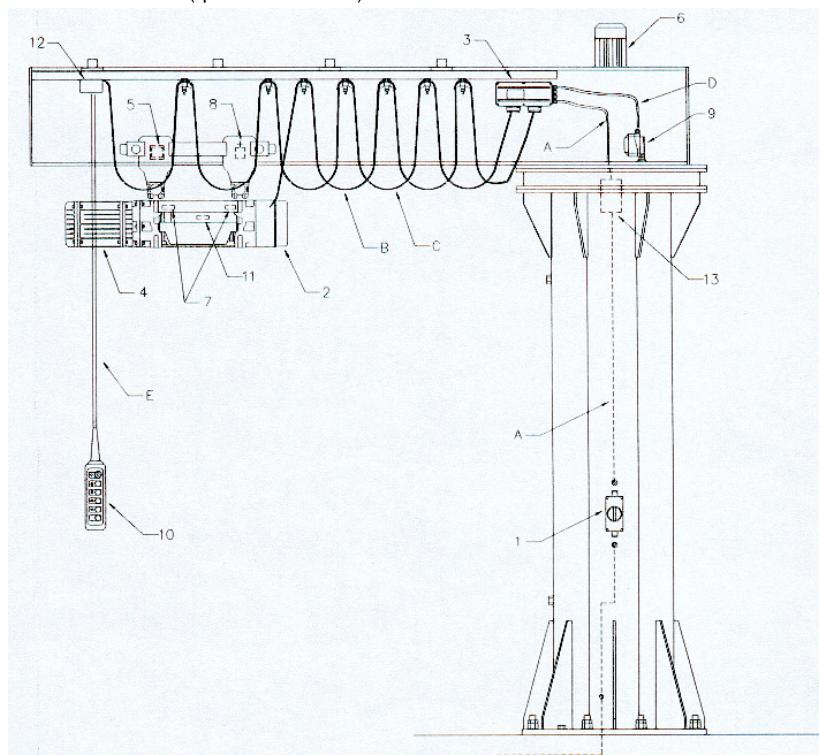

fig.41
- Il seguente schema (fig.41) indica il criterio con il quale sono individuate le utenze elettriche ed i percorsi dei cavi/conduttori. Tutte le utenze ed i cavi sono indicati e numerati sui relativi componenti.
- Il seguente schema (fig.41 bis) indica il criterio con il quale sono individuate le utenze elettriche ed i percorsi dei cavi/conduttori. Tutte le utenze ed i cavi sono indicati e numerati sui relativi componenti.
fig.41 bis